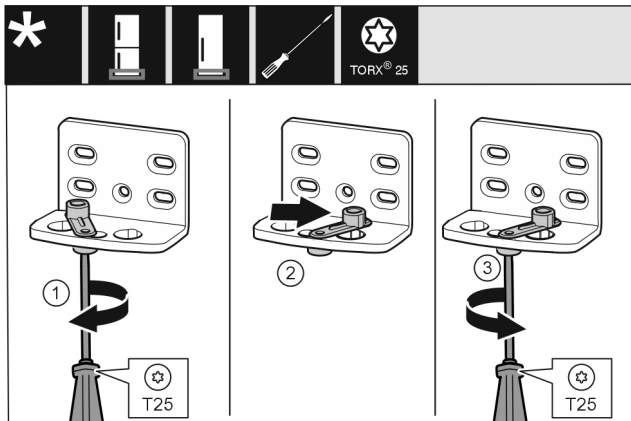

Fig. 17 *
- Lossa skruven Fig. 17 (1) med skruvmejseln.*
- Lyft dörrstängningshjälpen Fig. 17 (2) och vrid den 90° åt höger i hålet.*
- Skruva fast skruven Fig. 17 (3) med skruvmejsel.*